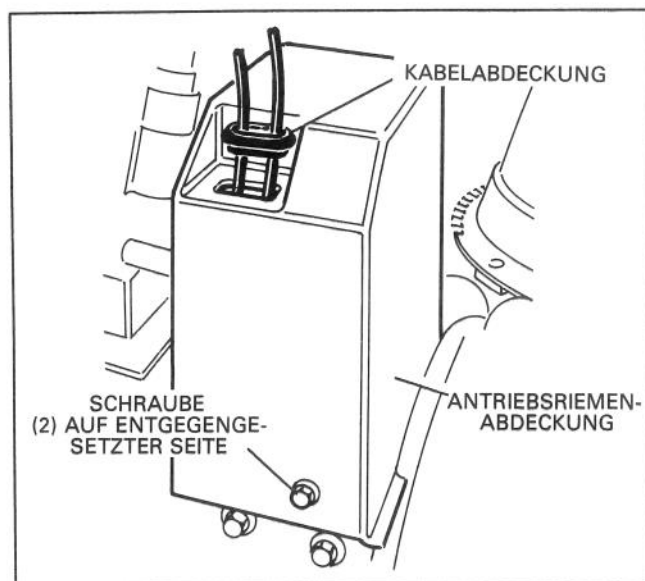

Abb. 10
17. Die drei gewindebildenden Schrauben, mit denen die obere Treibriemenabdeckung am Motorsockel angebracht ist, entfernen und die Kabelabdeckung hochschieben (Abb. 10). Die Kabelabdeckung sorgfältig aufbewahren.